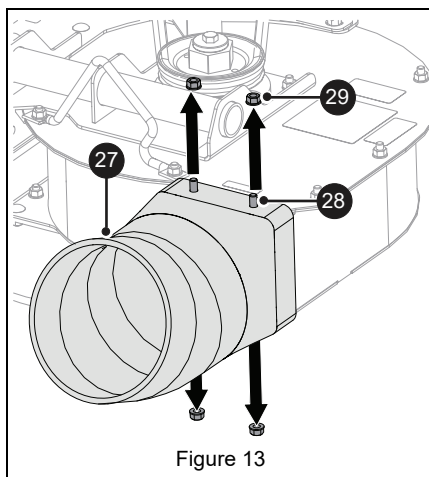

Figure 13
1. Installer l'adaptateur de tuyau (élément 27) et le fixer à l'aide de quatre boulons à tête ronde à collet carré 5/16" x 1" (élément 28) et quatre écrous à embase à blocage supérieur 5/16" (élément 29). Les boulons doivent être installés de l'intérieur avec les écrous à l'extérieur. Voir Figure 13.